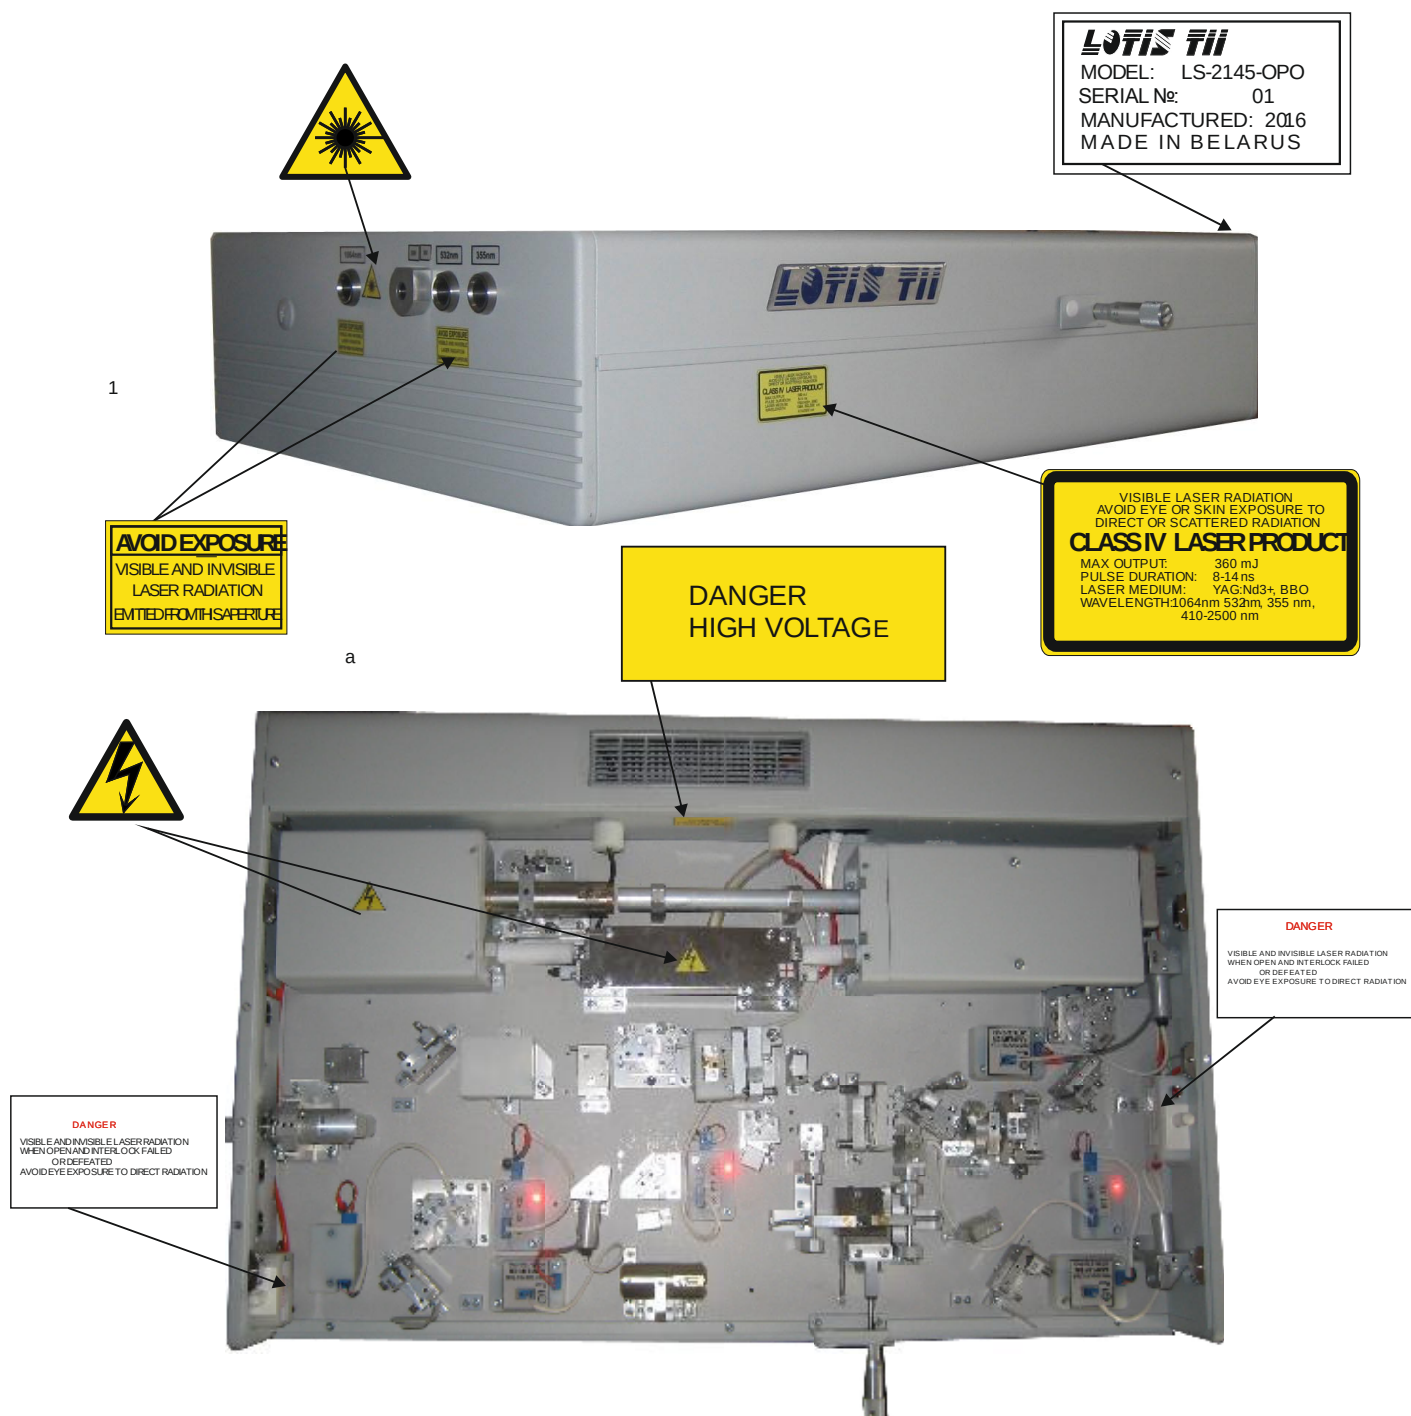

Рис.1. LS-2145-OPO Общий вид лазерного излучателя с идентификационными знаками и знаками лазерной опасности
3.1. Общий вид лазерного излучателя с идентификационными знаками и знаками лазерной опасности представлен на рис. 1.